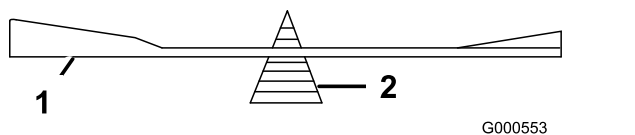

Bild 77
2. Prüfen Sie die Auswuchtung des Schnittmessers auf einer Ausgleichsmaschine (Bild 77).